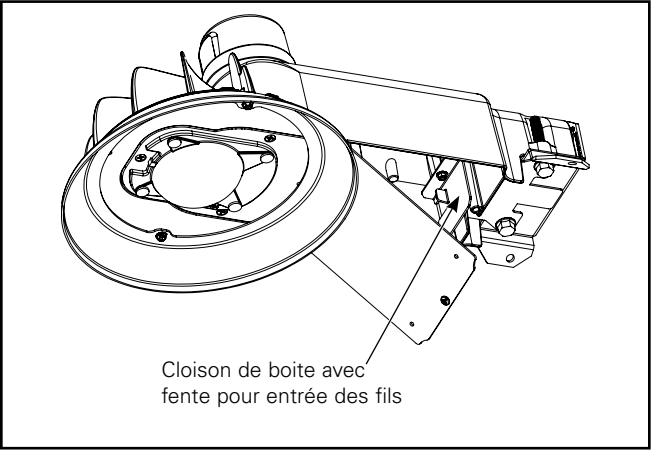

Figure 7.
- 1. Ouvrez le luminaire à l'aide du tournevis et laissez pendre la porte d'accès sur la charnière. (Figure 7.)